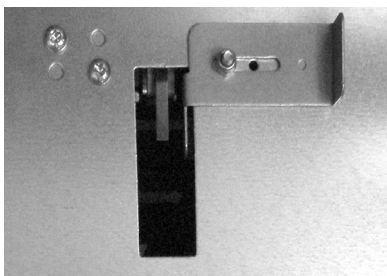

Abb. 6: Oberes Abdeckblech, wenn Wasserauffangbehälter verwendet wird
2. Lockern Sie die Schraube am oberen Abdeckblech und schieben Sie das Abdeckblech vor die Aussparung (Abb. 6 und 7 auf Seite 15). Ziehen Sie die Schraube wieder an.